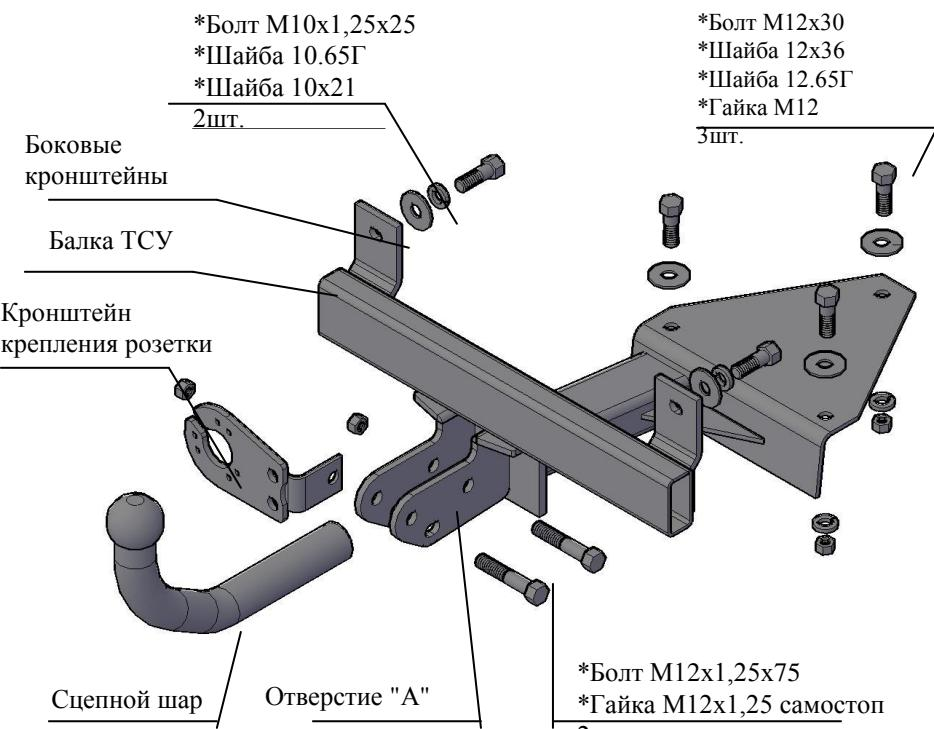

Рис.1 Тягово-сцепное устройство ТСУ 2020
2.1 ТСУ 2020 в сборе (рис.1)	1 шт.
2.2 Пакет с комплектующими (см. рис.1) Защитный колпак	1 шт.